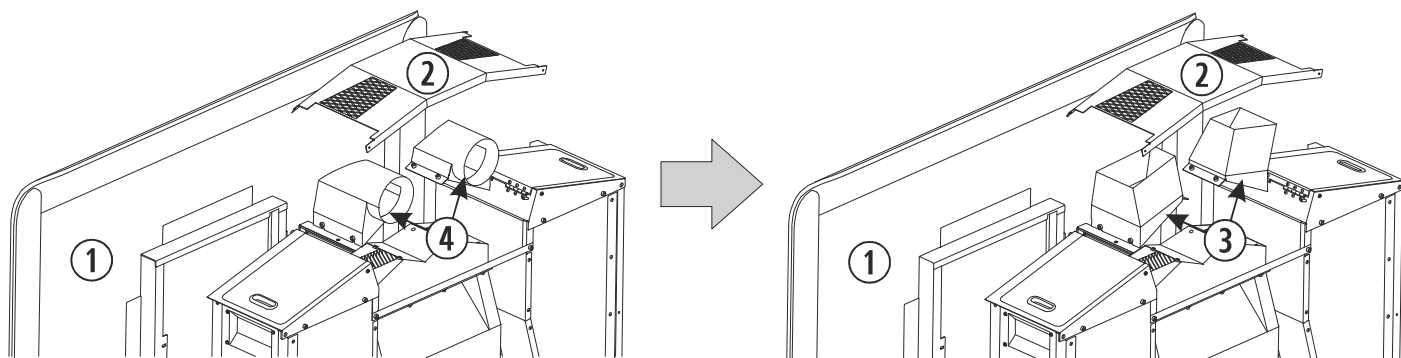

Figura 16
Le stufe modelli *Venezia* e *Ibiza* sono realizzati con le bocche di aria canalizzata di $\varnothing 116\text{cm}$. In caso di non voler incanalare attraverso il condotto dell'aria della convezione, opzionalmente possono essere sostituiti i dispositivi per incanalare (④) per uscite dirette verticali (③) (vedi *figura 16*). Per avere un migliore accesso alle alette in momento di sostituirli, si consiglia di rimuovere prima il cestello superiore con 4 viti ancorati alle loro estremità.